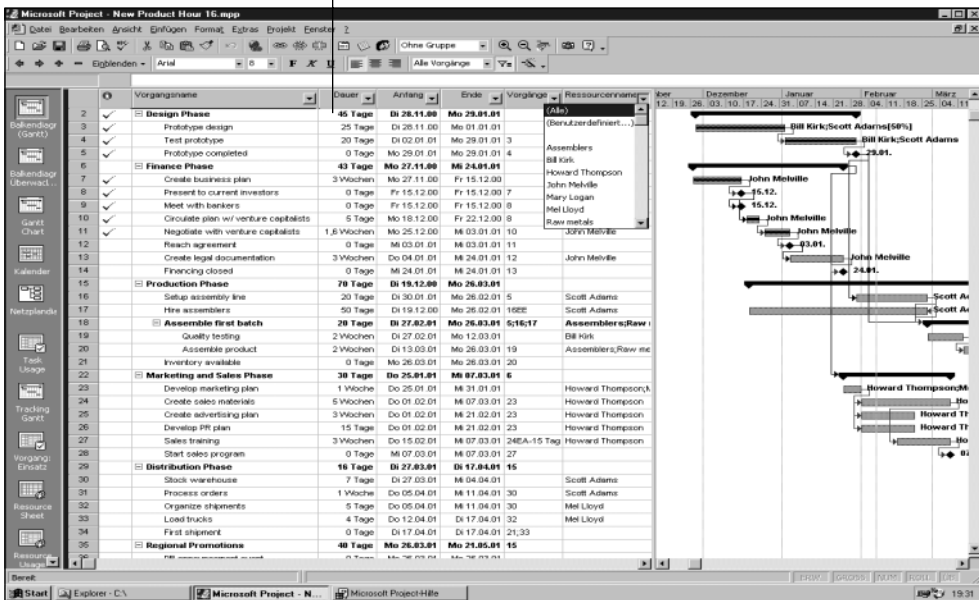

Abbildung 16.4:
2. Wählen Sie PROJEKT, FILTER: ALLE VORGÄNGE, AUTOFILTER. Ein Pfeil für eine aufklappbaren Liste erscheint in der Kopfzeile jeder Spalte (siehe Abbildung 16.4).